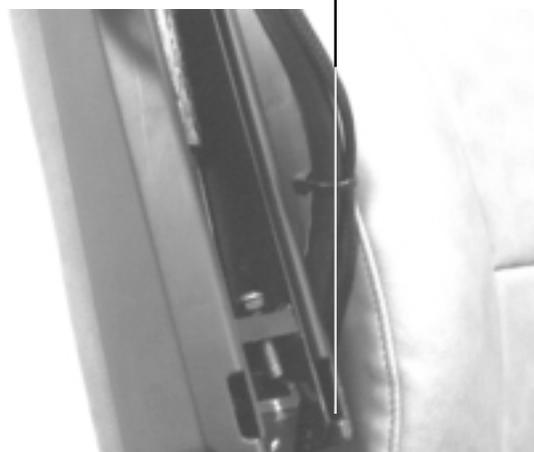

Abb. 6. Armlehnenabstand
1. Lösen Sie die beiden Sterngriffschrauben jeweils am Ende des Armlehnen-Aufnahmerohres (siehe Abb. 6).